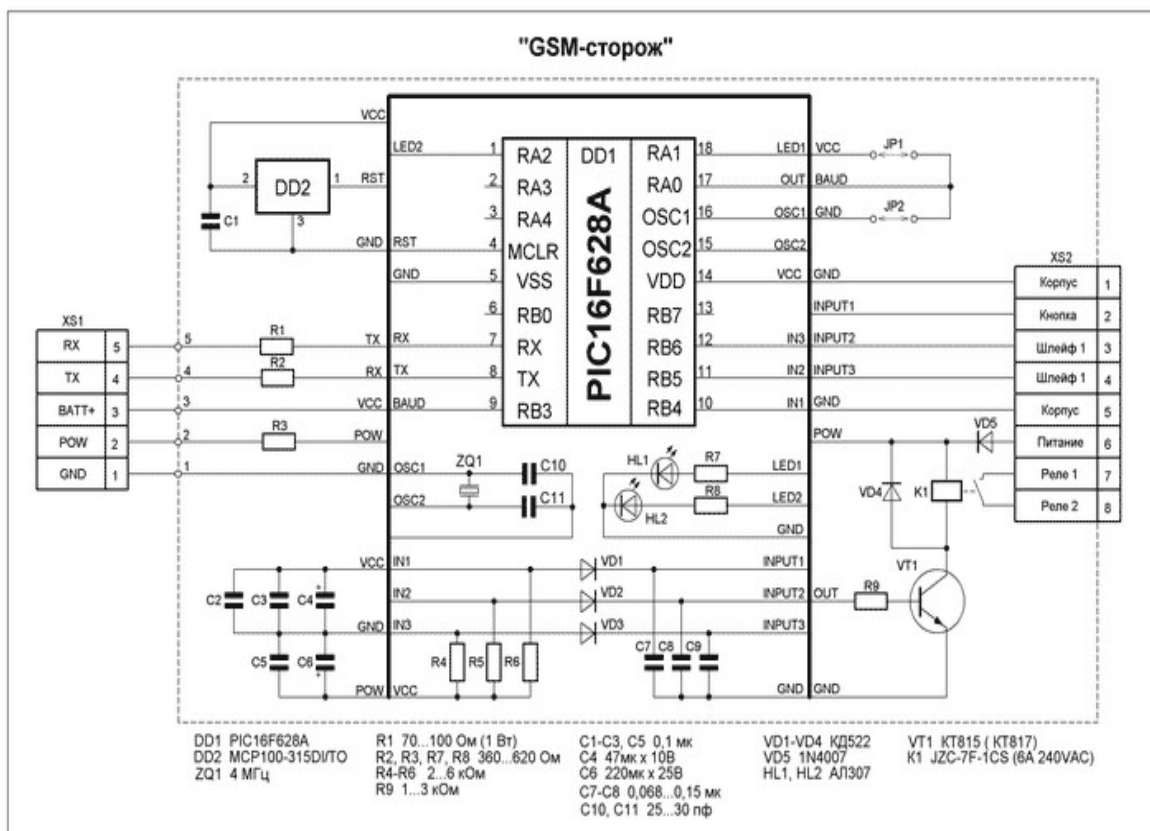

Рис.5.1 Принципова електрична схема GSM сигналізації
Принципова електрична схема GSM сигналізації подано на рис.5.1
9. Установка радіомодуля «Universal RM» Зніміть напругу з пристрою та відключіть клеми з акумулятора. Встановіть плату радіомодуля у відповідний роз'єм плати пристрої (4 контакти), згідно з рис. 5.1